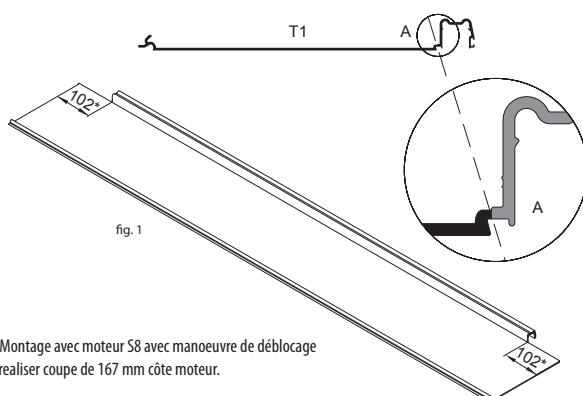

fig.1
* Voir outillage de la T1 (paroi inférieure) (fig.1)